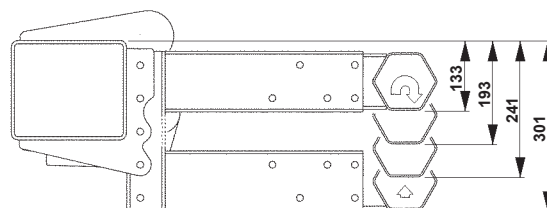

Abb.46. Der innere Teil der Konsole kann in vier verschiedenen Höheneinstellungen montiert werden
1. Montieren Sie die innere Konsole in einer der vier möglichen Höheneinstellungen. Wählen Sie die Höheneinstellung, welche den vorgegebenen Anforderungen entspricht, siehe Abschnitt "3.2 Gesetzlich vorgeschriebene Maße" auf Seite 9. Benutzen Sie die zugehörige Schraube M12x100. Montieren Sie die Einheit, ohne die Schrauben festzuziehen, siehe Abb.46.